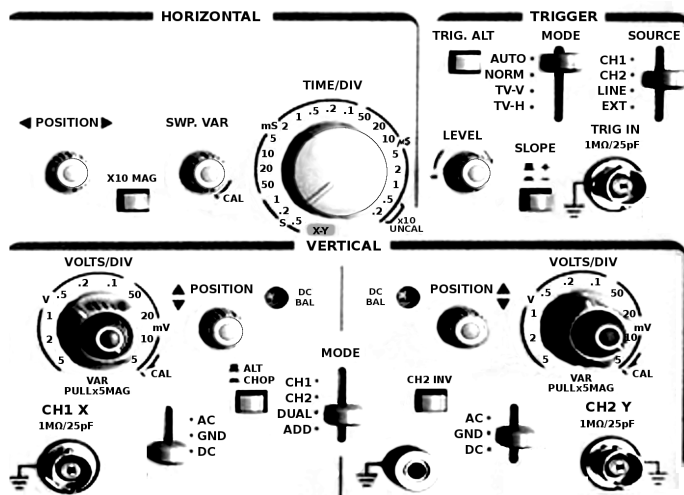

Рис. 8. Органы управления передней панели осциллографа
3. Органы управления тракта вертикального отклонения (блок VERTICAL на рис. 8):
4. Органы управления синхронизации (блок TRIGGER на рис. 8).